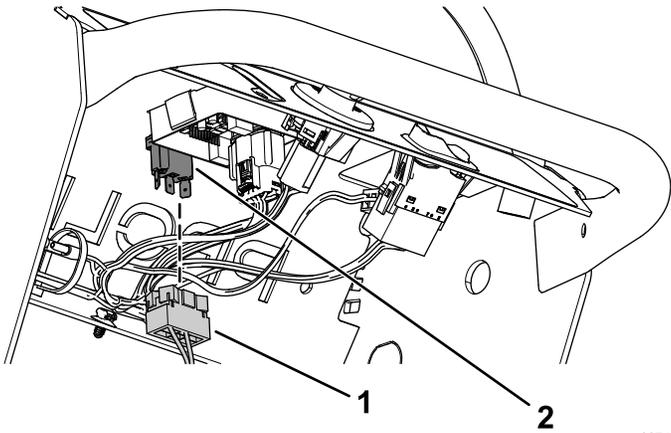

Bild 6
5. Stecken Sie den Anschluss in den Anschluss des Kippschalters ein (Bild 6).